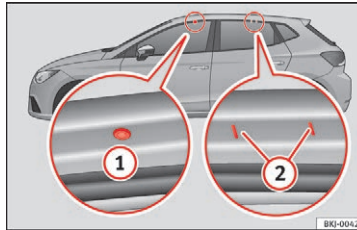

Fig. 143 Fastgørelsespunkter til længdevangene til tagbøjlesystemet
De forreste og bageste fastgørelsespunkter ① og ② kan kun ses, når dørene er åbne » Fig. 143.